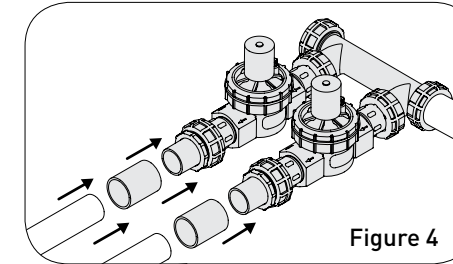

Figure 4
- Pour le tuyau en PVC de 1 po, utilisez le coupleur (H) entre l'adaptateur de transition et le tuyau (figure 4).